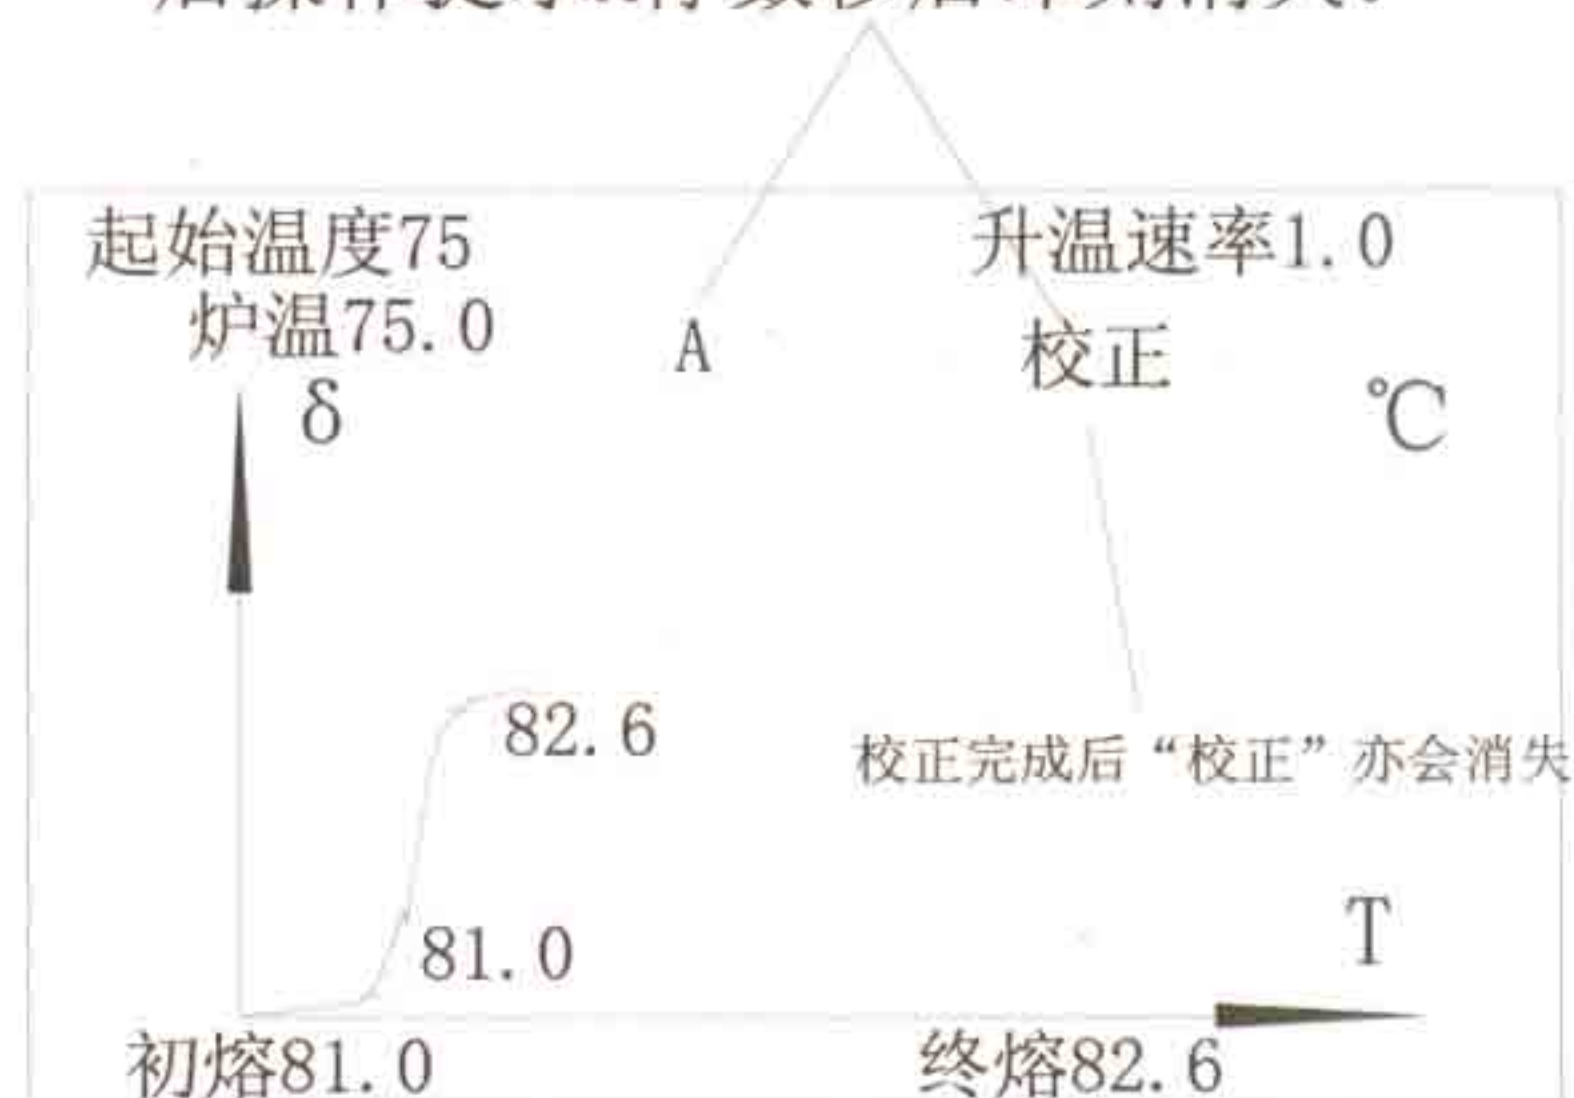

图 15
- 注：① 校正时可以不管样品终熔点的准确性，而只要关注样品的重复性即如果样品的重复性很好，而熔点不在允许的范围内亦可认为本次测量有效而选择 OK，按“”键；
- ② OK 与 C 的选择非常关键，将直接关系到校正成功与否，甚至导致仪器不能正常工作，如果用户认为本次测量有效而按了“”键，则不可再次测量该样品，而应该测量下一标准样品；只有用户认为本次测量无效而按了“清除”键，才可以再次测量该样品，直到测量有效而按了“”键为止；
- ③ 用户输入了几个终熔温度，就必须测量几种标准样品。当最后一种标准样品被确认有效后而按下“”键，则操作提示处将显示“A”，表示仪器进入校正状态，待“A”消失后即为校正结束（见图 15），用户可用标准样品进行检验。